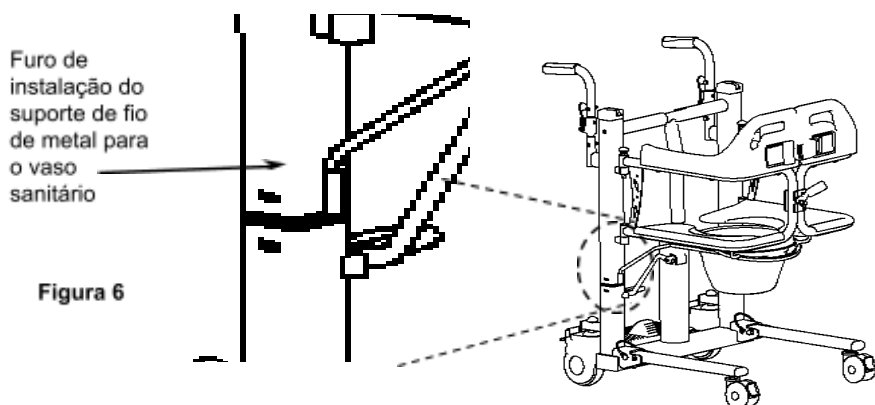

Figura 6
5. Para utilizar o balde sanitário, primeiro instale a estrutura de suporte metálica nos orifícios de montagem localizados nas duas colunas da base. Certifique-se de que o suporte esteja bem posicionado e firmemente fixado. Em seguida, encaixe o balde sanitário no suporte pela parte traseira, garantindo que esteja devidamente ajustado, conforme mostrado na Figura 6.